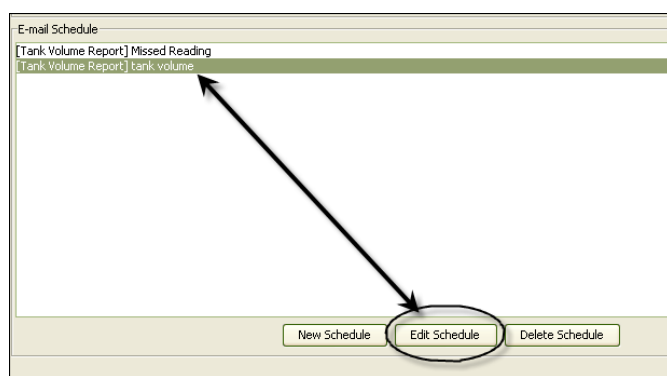

FIG. 145
1. Markeer de e-mailgebeurtenis die u wenst te wijzigen en klik op Schema bewerken zoals in FIG. 145.